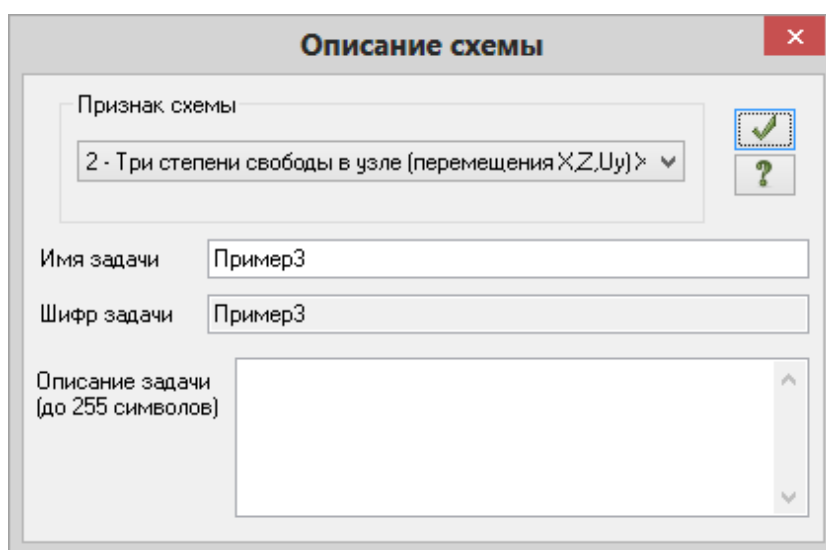

Рис.3.2. Диалоговое окно **Описание схемы**
- В появившемся диалоговом окне **Описание схемы** (рис.3.2) задайте следующие параметры: